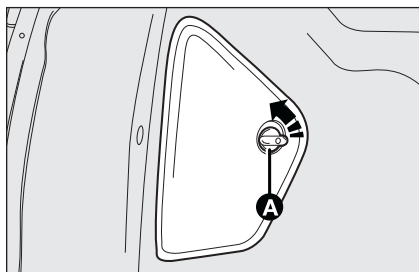
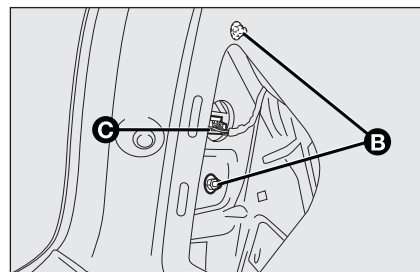

fig. 27
fig. 28
- ruotare il dispositivo di fissaggio **A-fig. 27** in senso antiorario (per quanto riguarda lo sportello sinistro) o in senso orario (per quanto riguarda lo sportello destro) e rimuovere lo sportello di copertura;
- scollegare il connettore elettrico **C-fig. 28**;
- reinserire il portalampade nel gruppo ottico accertandosi dell'aggancio delle due alette di bloccaggio; inserire il gruppo ottico all'interno del proprio alloggiamento e collegare il connettore elettrico **C-fig. 28**; avvitare i due dadi di fissaggio **B**; riagganciare lo sportello di copertura facendo attenzione ad inserire le linguette nell'apposita sede e ruotando il dispositivo di fissaggio **A-fig. 27** in senso antiorario (per quanto riguarda lo sportello sinistro) o in senso orario (per quanto riguarda lo sportello destro) per agganciarlo.